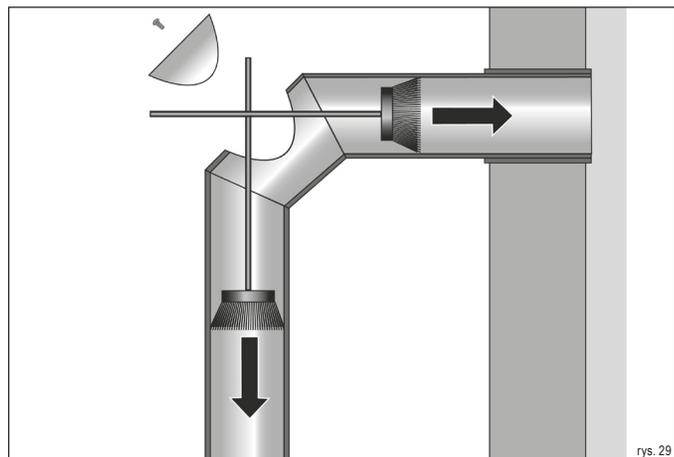

rys. 28
- ▶ Nasmaruj punkty specjalnym smarem z zestawu startowego (rys. 28).